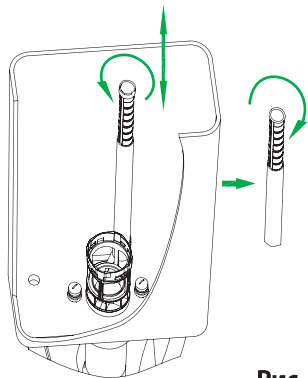

Рис. 13 / 13-сур.
8. Отрегулируйте высоту трубки перелива, потянув ее вверх (рис. 13). Обратите внимание, что уровень трубки перелива должен быть на 2–3 см выше верхнего края поплавка впускного клапана.